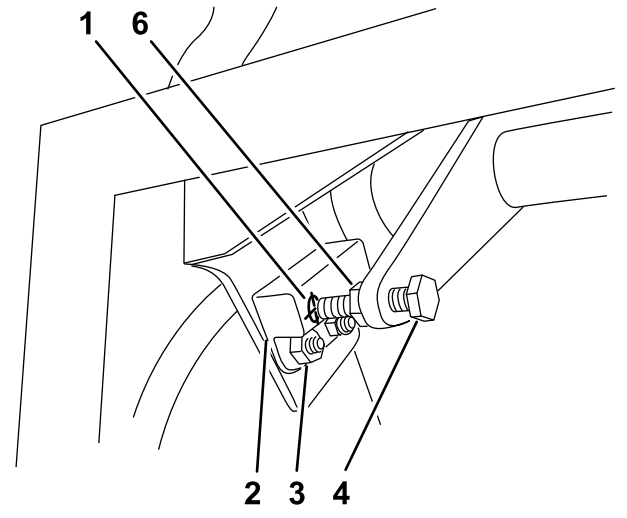

Figure 58
1. Vérifiez que le boulon fixé au levier de commande de déplacement est aligné avec la cible du contacteur de proximité (Figure 58).
boulon fixé au levier de commande de déplacement (Figure 58).
3. Vérifiez la distance entre le boulon et le contacteur de proximité. Elle doit être comprise entre 1,27 et 2,29 mm (0,050 et 0,090") (Figure 58).
4. Si un réglage est nécessaire, desserrez l'écrou de blocage et réglez le boulon à la bonne distance. Serrez l'écrou de blocage après avoir réglé le boulon (Figure 58).